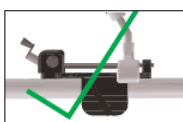

図 L5
- 12L ヒップディストラクターの微調節クランクを使用して、可能な限り患者の近くにブーツを位置させる（図 L5）。